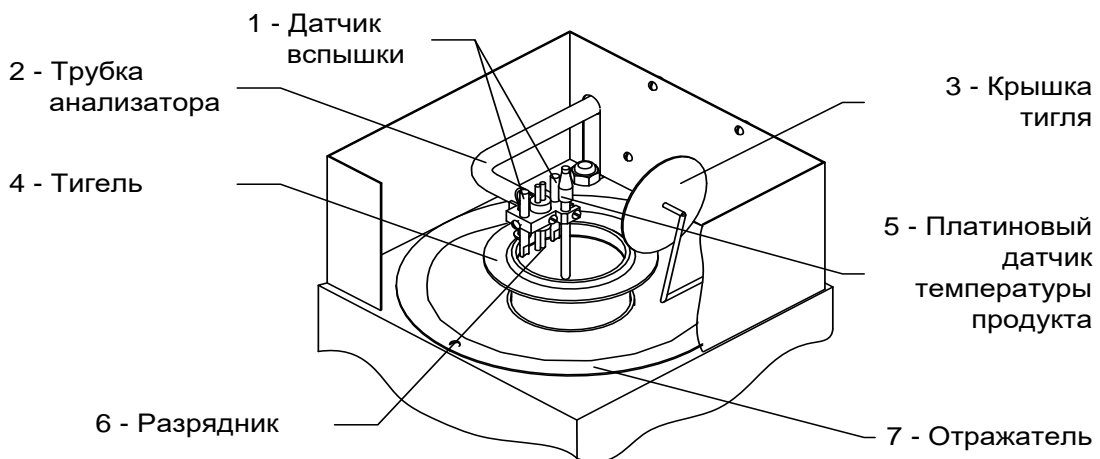

Рисунок 3 – Верхняя часть блока нагрева
2.3.3.1 Общий вид аппарата представлен на рисунке 1. Аппарат состоит из **блока приводов 1**, **лицевой панели 2**, **блока нагрева 6**. Блоки расположены на **основании 8**, установленном на **регулируемых по высоте ножках 10**. Включается аппарат **тумблером «Сеть» 7**, расположенном на лицевой панели. Здесь также расположены **клавиатура 5** и **дисплей 3**. На верхней части блока нагрева находится **экран 4**, защищающий пары продукта от потоков воздуха. В случае пролива нефтепродукта внутри отражателя (п. 7 рисунок 3), он собирается в съёмном **поддоне 9**.
2.3.3.3 В верхней части блока нагрева (рисунок 3) находятся: **трубка анализатора 2**, заканчивающаяся пластиной, на которой закреплены **два датчика вспышки 1**, **платиновый датчик температуры продукта 5** и **разрядник 6**. Внутри **отражателя 7** расположен нагреватель, на который устанавливается **тигель 4**. После проведения испытания аппарат закрывает тигель **крышкой 3**.